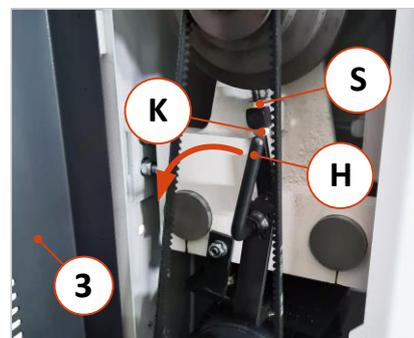

Abbildung 24: Riemen spannen
- Zum Auswechseln schwenken Sie den in \Rightarrow Abbildung 24 gezeigten Spannhebel (H) um 90° nach links, bis der Riemen leicht und ohne zu Verkanten entnommen werden kann. Danach kann der neue Riemen aufgesetzt und der Hebel (H) wieder gespannt werden.